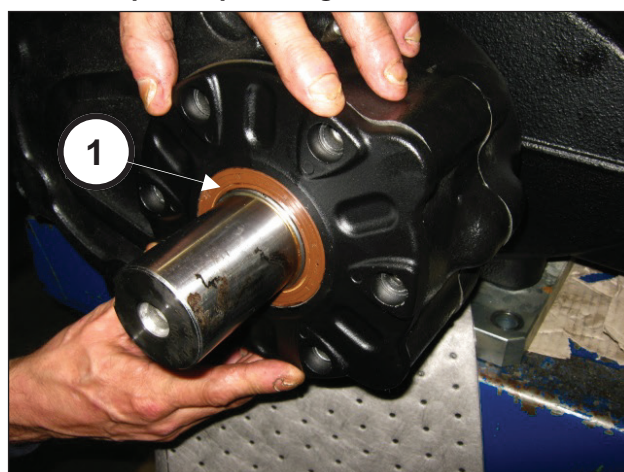

Fig. 94
Para evitar danificar as juntas do óleo, preste particular atenção na inserção da junta do óleo no pinhão (pos. ①, Fig. 94)